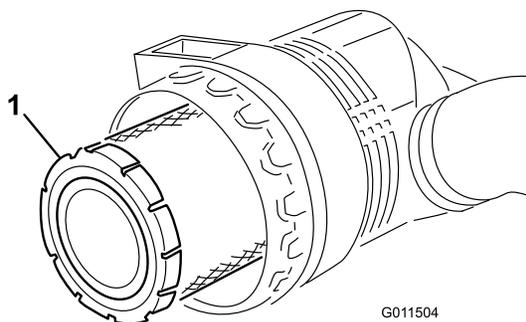

Figure 27
3. Déposez et remplacez le filtre (Figure 27).